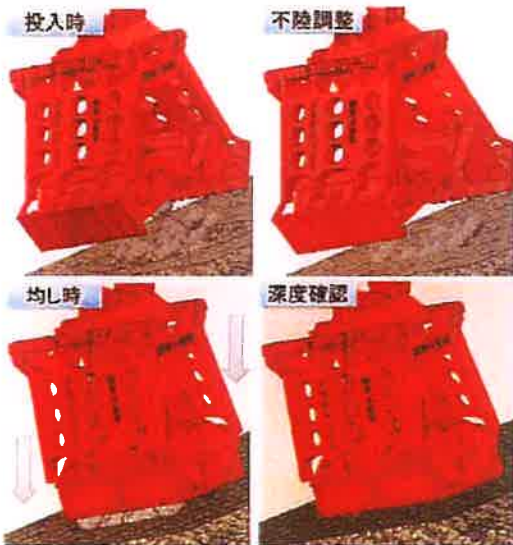
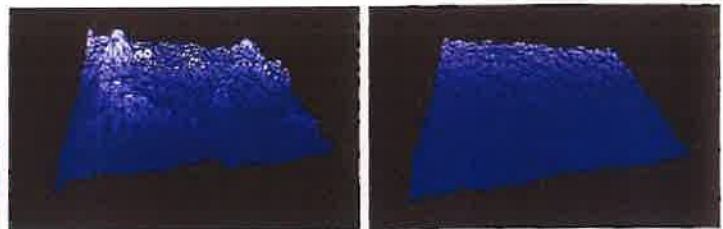

図. 3 施工段階図
図. 4 測深結果（投入直後） 図. 5 測深結果（均し後）
- I) 石材の投入後、マウンド形状を測定し（図. 4）、出来形が 0 ～ +70cm（管理値± 50cm の時）、0 ～ 50cm（管理値± 30cm の時）となるように法面グラブバケットで石材の投入及び不陸調整する（図. 3）。